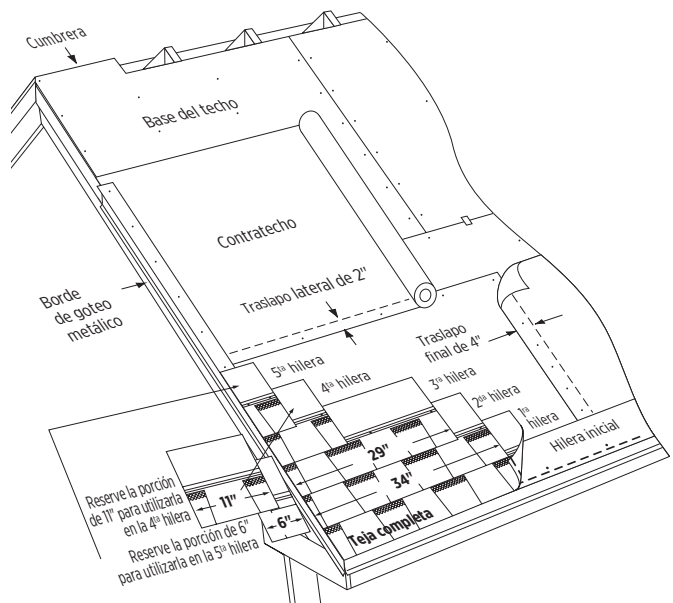

Figura 12-6: Colocación de las primeras 5 hileras de Landmark TL
1. Utilice CertainTeed Swiftstart® Starter, o tejas autosellantes de tres lengüetas con las partes inferiores de las lengüetas retiradas. Asegúrese de que las tejas iniciales tengan al menos 7 5/8" (193 mm) de altura. (Figura 12-6).
**PRIMERA HILERA:** Aplique una teja completa en la esquina inferior izquierda del techo. Haga que el borde inferior y el borde izquierdo queden al ras de los bordes de la hilera inicial (Figura 12-6).